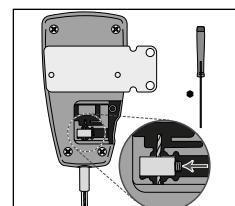

Abb. 6
5. Lösen Sie mit dem Innensechskantschlüssel die Stiftschraube des Kabelendstücks (2 bis 3 Umdrehungen) und entfernen Sie es vom Innenkabel (**siehe Abb. 6**).